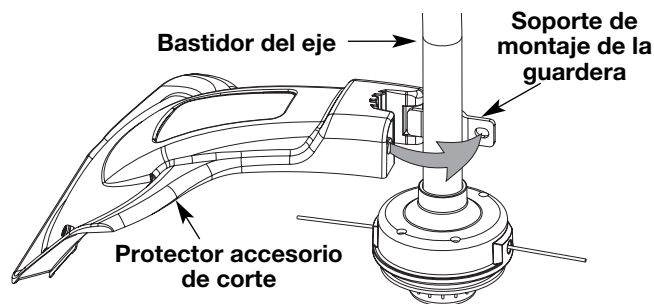

Fig. 3
1. Coloque el protector del accesorio de corte en el bastidor del eje. Cerciérese de que el soporte de montaje de la guardera se deslice en la ranura situada en el borde del protector de corte. Gire el protector en sentido antihorario hasta que quede en su lugar (Fig. 3). Los orificios en el soporte de montaje de la guardera y el protector del accesorio de corte se alinearán.